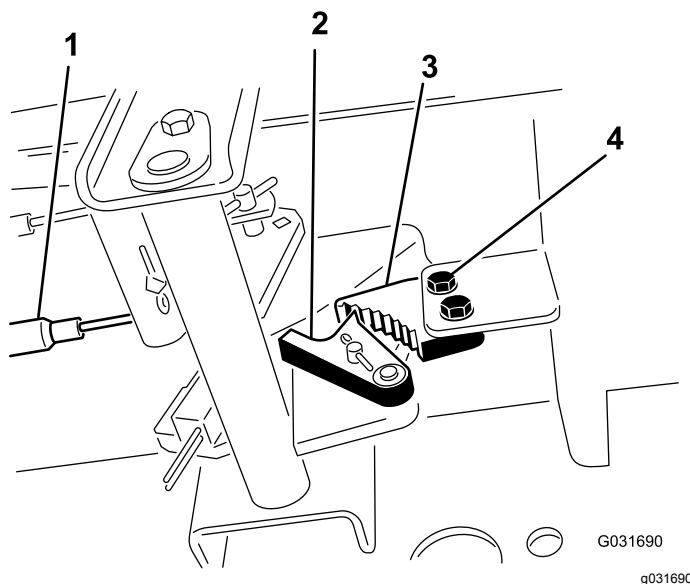

Bild 72
1. Lösen Sie die zwei Schrauben, mit denen die Sperre der Feststellbremse am Rahmen befestigt ist (Bild 72).
2. Drücken Sie das Pedal der Feststellbremse nach vorne, bis die Bremsenarretierung ganz an der Bremssperre greift (Bild 72).